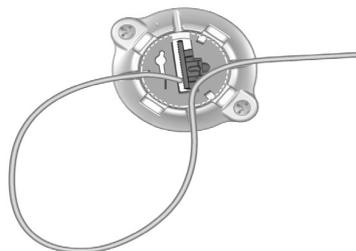

Figura 15. Colocación del electrodo de ECP en otras ranuras de salida del electrodo de ECP
11. Opcional: Fije el electrodo de ECP a otras ranuras de salida del electrodo para liberar más tensión (Figura 15).